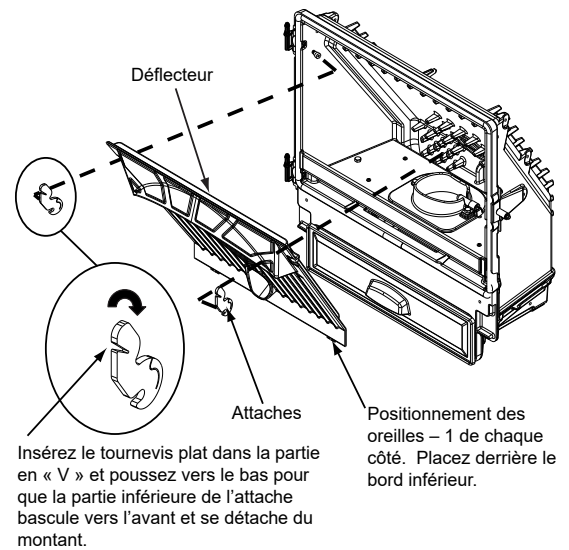

Figure 19.2
4. Enlevez le déflecteur en introduisant un tournevis plat dans la fente des attaches des angles supérieurs et faites tourner vers le bas. La partie inférieure de l'attache s'avance et se détache du montant. Soulevez le déflecteur, puis amenez-le vers vous (Figure 19.2).